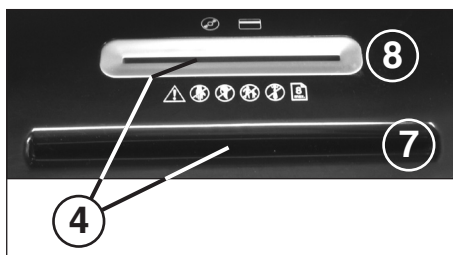

Abb. 2
- 4 = Lichtschränke (Vorwärtslauf) (Abb. 2)**
- 7 = Papierzuführschacht (Abb. 2)**
- 8 = Sicherheits-Zuführschacht (Abb. 2)**
**Papier** durch den Papierzuführschacht (7) (Abb. 2) dem Schneidwerk zuführen.
**Datenträger** (CD, DVD oder Kreditkarte) einzeln durch den separat angeordneten Sicherheits-Zuführschacht (8) (Abb. 2) dem Schneidwerk zuführen.